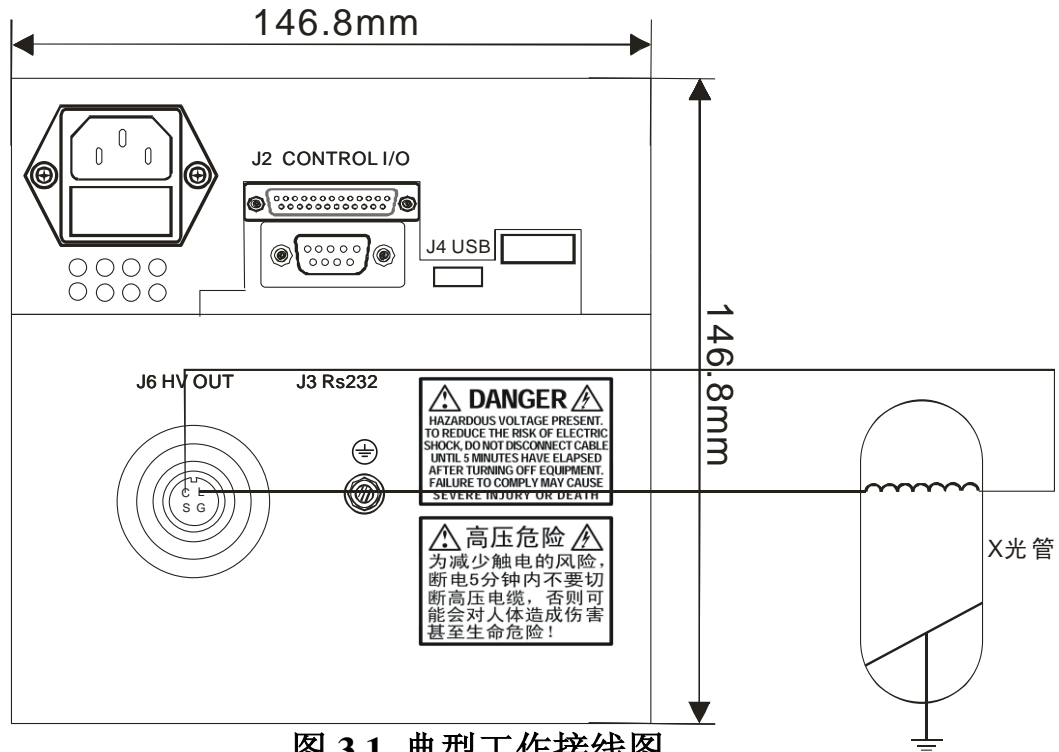

图 3.1 典型工作接线图
- A) 检查电源上的标牌，确认电源的额定值和你所要求的一致，除特殊订货，泰思曼 TXF1060 系列高压电源均为交流宽电压输入。如图 3.1